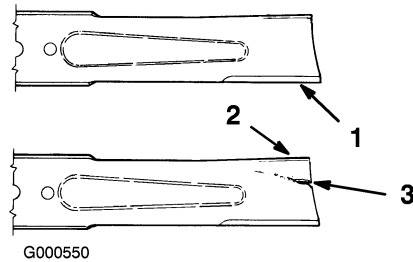

Bild 37
1. Untersuchen Sie die Schnittkanten (Bild 37). Bauen Sie, wenn die Kanten nicht scharf sind oder Kerben aufweisen, die Schnittmesser aus und schärfen sie; siehe „Schärfen der Messer“.
2. Untersuchen Sie die Schnittmesser, insbesondere den gebogenen Bereich (Bild 37).
Montieren Sie, wenn Sie Schäden, Verschleiß oder Rillenbildung in diesem Bereich feststellen (Bild 37), sofort ein neues Schnittmesser.